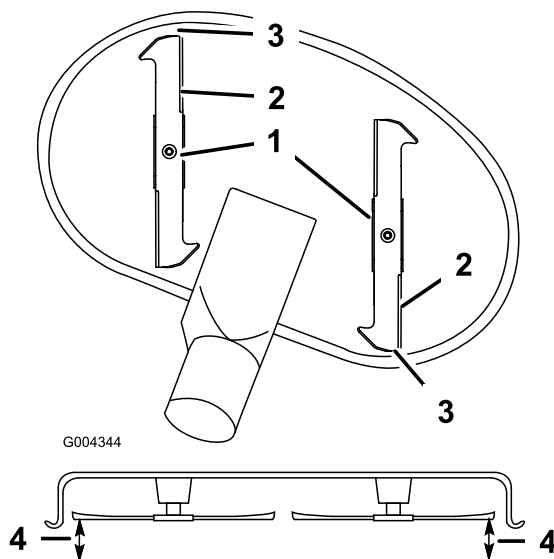

Figure 55
9. Réglez la hauteur de coupe à la position **D** (76 mm) et tournez les lames avec précaution dans le sens longitudinal (Figure 55).
10. Mesurez la distance entre la pointe de la lame avant et la pointe de la lame arrière par rapport à la surface plane (Figure 55). Si la pointe avant de la lame n'est pas de 1,6 à 7,9 mm plus basse que la pointe arrière, réglez les contre-écrous avant.